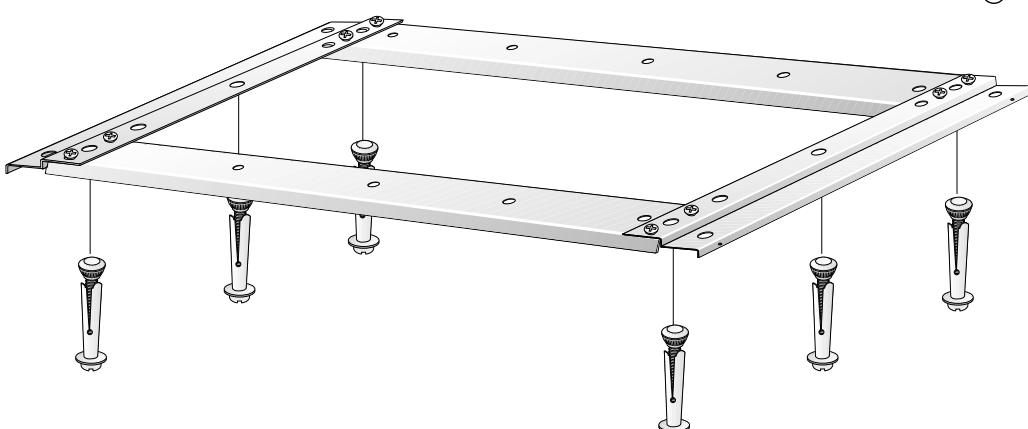

Рис. 3
- Прикрепите потолочный кронштейн к потолку с помощью 6 анкерных винтов, как показано на рис. 3.
- Размещение установочного кронштейна должно обеспечивать минимальный зазор между внутренним агрегатом и соседними стенами, как показано на рис. 3 и на обратной стороне листа.